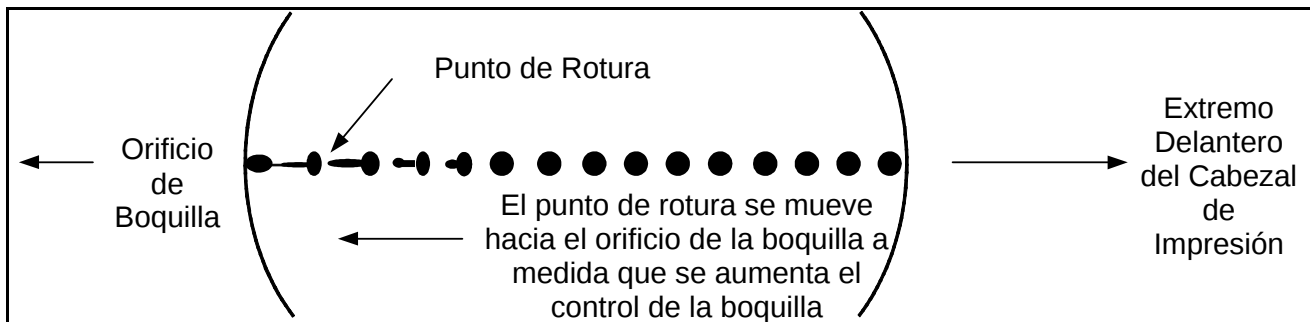

Figura 6-29. El Punto de Rotura se Mueve Inicialmente Hacia la Boquilla
- b. Aumente gradualmente el nivel del control de la boquilla. La posición del punto de rotura debe desplazarse hacia adelante al orificio de la boquilla (alejándose del extremo delantero del cabezal de impresión) a medida que se aumenta el nivel de control de la boquilla. Vea la Figura 6-29.